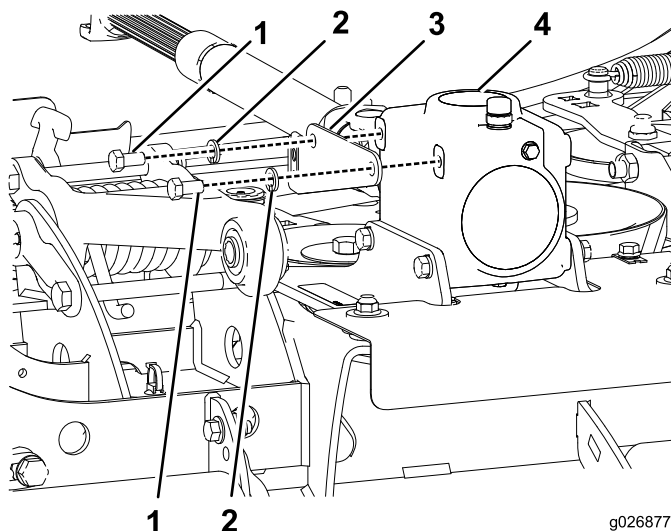

Bild 8
2. Befestigen Sie die Schwenkhalterung am Getriebe (Bild 8).